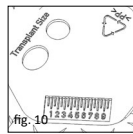

fig. 10
■ **fig. 1b/10** Șabloanele imprimate pe partea din spate a discului separator (fig. 1b) arată mărimea minimă a grefei pentru căptușirea timpanului (fig. 10).
■ **fig. 10** Scala milimetrică servește măsurătorilor de comparație generale, care pot fi de ajutor în timpul operațiilor pe urechea medie. În principiu partea din spate poate fi utilizată și ca loc de depozitare sau câmp de preparare pentru diverse proceduri, cum ar fi de ex. prepararea grefei sau depozitarea intermediară.
■图 10 本产品的毫米规格可广泛的用于这个级别的测量，尤其在中耳手术中发挥很大作用。另外，其背面还可用于存放较小的物品，或作为操作平台，如对移植植物进行操作。